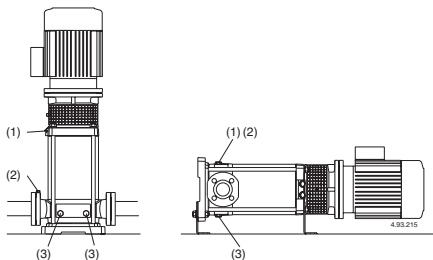

Fig.4d (1) Vullen ontluchtingsplug
Sluit de ontluchtingvoor (fig. 4d) voor MXV-B, MXV(L) 25-32-40-50 en MXV(L)4 25-32-40-50 Sluit de naaldschroef (14.07) in de aftapplug (14.12) (fig. 4b) en sluit de ontluchting (14.04).